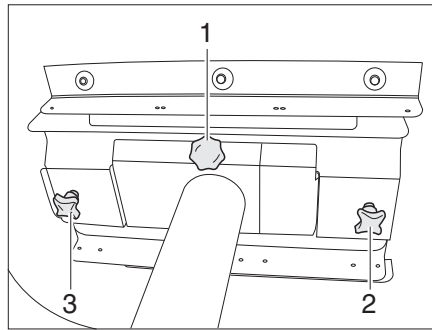

Fig. 88 Mesa fija (vista de abajo)
- Soltar los tornillos de fijación (Fig. 88,2 y 3).
- Desenroscar el tornillo de fijación (Fig. 88,1) completamente.
- Aflojar los tornillos moleteados (Fig. 88,2 y 3).